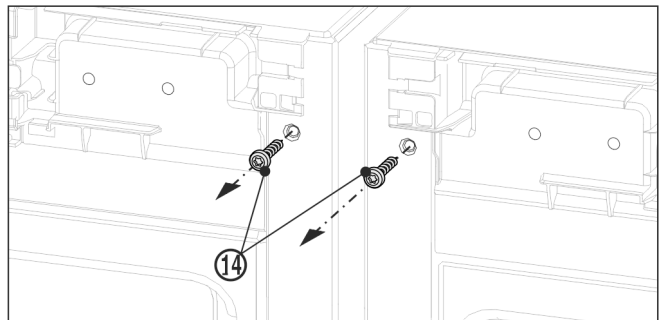

Fig. 12
- ▶ Før den øvre vinkelen monteres, skrus begge jordingskruene Fig. 12 (14) ut.